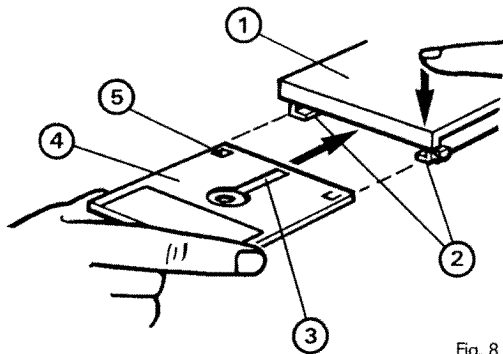

Fig. 8
H - MISE EN PLACE D'UNE DISQUETTE (Fig. 8)
- Introduire une micro-disquette (4) dans les guides (2) du volet porte-micro-disquettes (1).
- La figure 8 indique le sens de la micro-disquette.
- Les deux faces A ou B de la micro-disquette peuvent être utilisées après retournement de celle-ci : lors de l'insertion, l'indication (5) de la face utilisée se trouve sur le dessus, côté gauche, de la micro-disquette. Le côté comportant la découpe (3) entrant le premier dans les guides du volet.